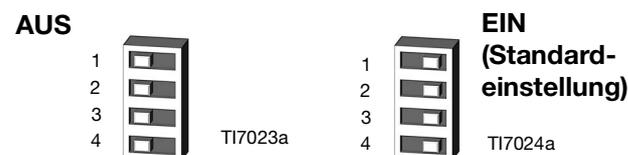

ABB. 10 Einstellungen des DIP-Schalters (SW2)
2. Stellen Sie die vier DIP-Schalter in die gewünschten Positionen. Siehe ABB. 10, Seite 29 und TABELLE 5, Seite 30.